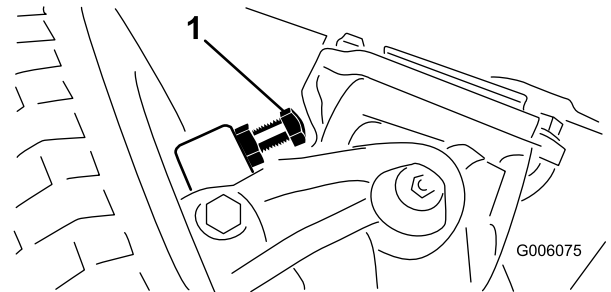

Bild 70
- Drehen Sie die Schrauben ein oder aus, bis der Abstand 2,3 mm beträgt, siehe Bild 70.